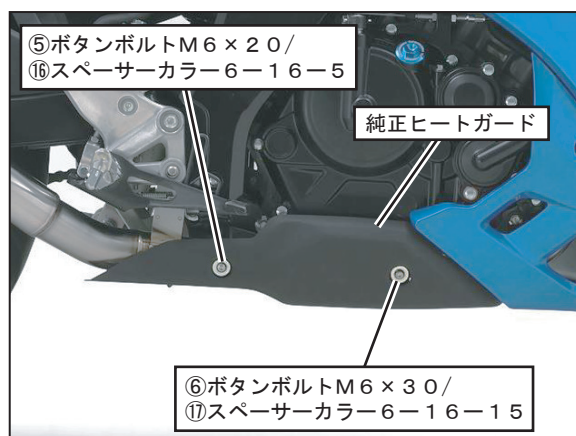

FIG. 17
17. ヒートガードをサイドカウルに合わせて位置を調整し、仮締めしたボルト、バンドを規定トルクで締め付けて下さい。（FIG. 17参照）